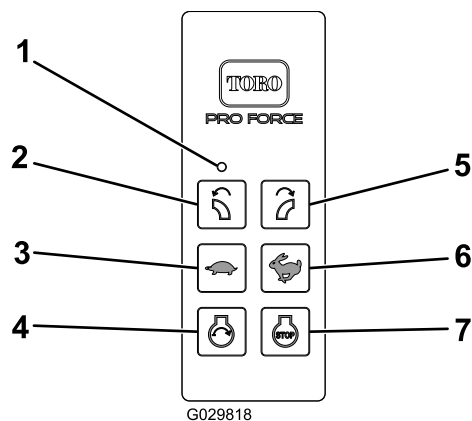

Figura 16
- Arrancar Motor sólo se energiza pulsando la tecla de Arranque mientras la condición Habilitar Arranque del Motor está activada. La condición Habilitar Arranque del Motor se activa únicamente después de realizar la secuencia Habilitar Arranque del Motor descrita a continuación (Figura 16):